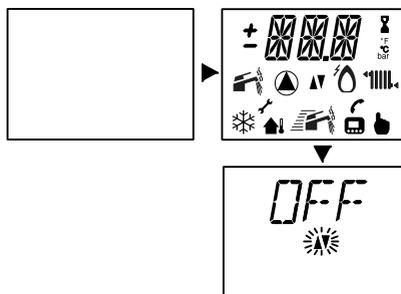

Рисунок 6.3
- Включите электропитание котла при помощи двухполюсного выключателя, предусмотренного при установке. На ЖК-дисплее последовательно отобразятся следующие символы (Рисунок 6.3).